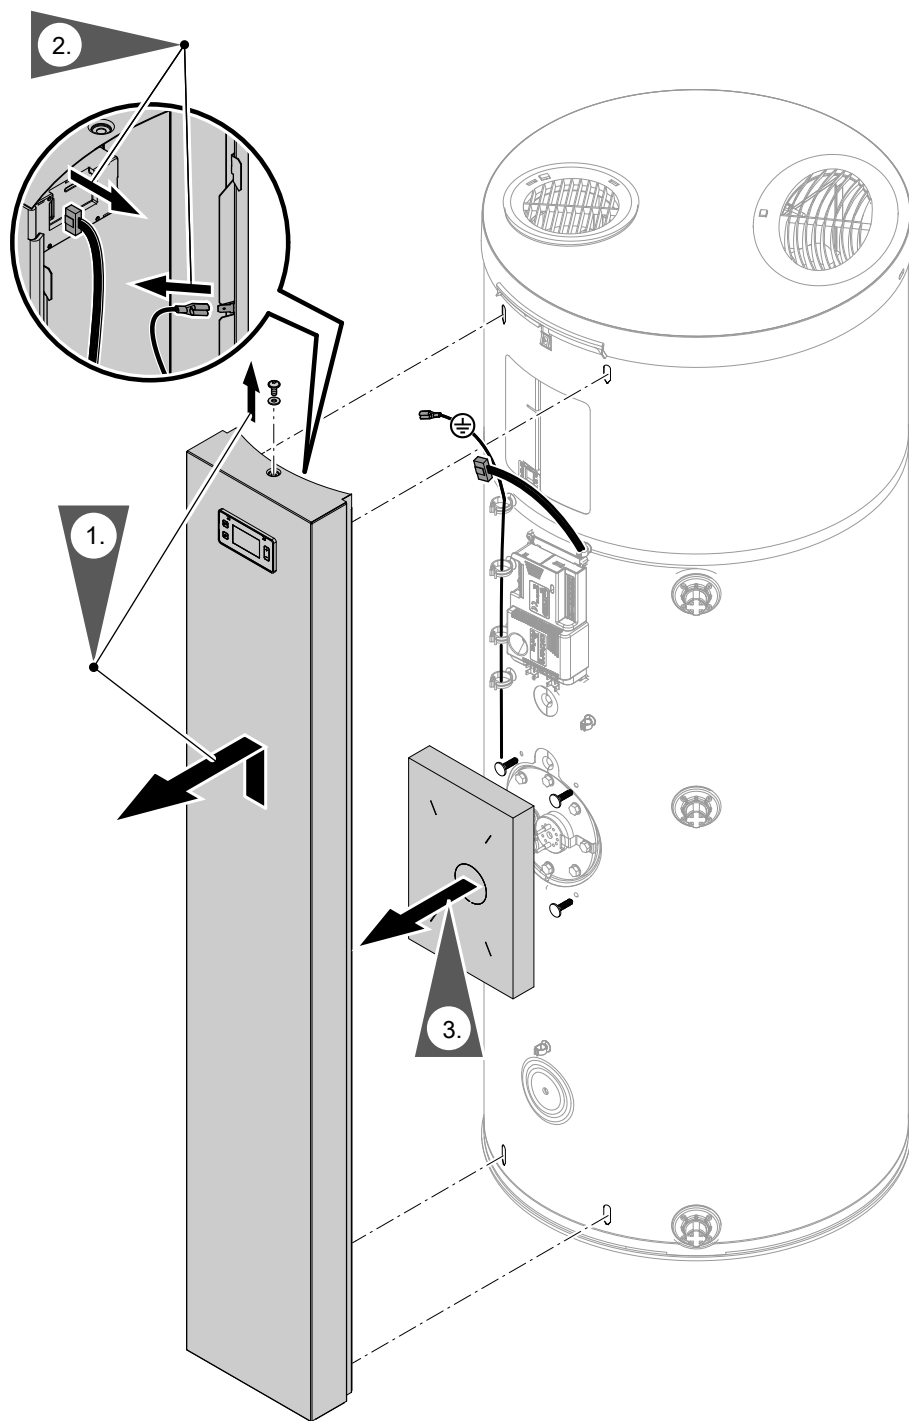

Abb. 27
2. Frontblende abbauen, siehe Abb. 27.
3. Elektrische Leitungen (B) von der Wärmepumpenregelung (A) lösen.
3. Frontblende abbauen, siehe Abb. 27.
12. Frontblende mit Erdungsleitung montieren, siehe Abb. 27.
- (A) Wärmepumpenregelung
- (B) Entriegelung:
- (C) Weiß: Entriegelt
- (D) Rot: Verriegelt
2. Frontblende abbauen, siehe Abb. 27, Seite 46.
4. Frontblende mit Erdungsleitung montieren, siehe Abb. 27.